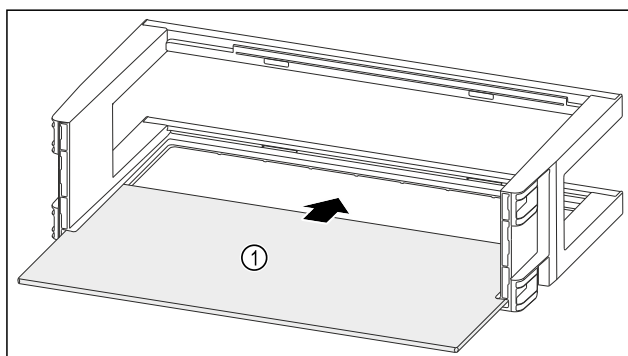

Fig. 143
- ▶ Вдвиньте съемную полку Fig. 143 (1) в боковые пазы.